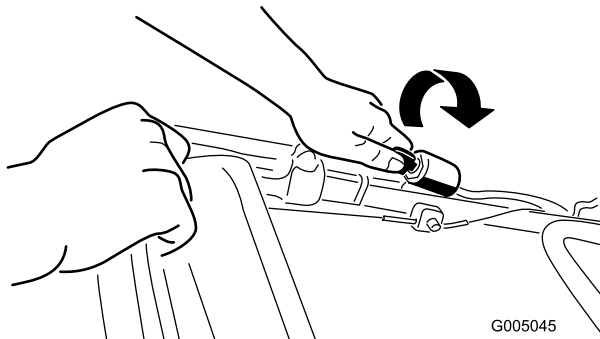

**Bild 14**
1. Halten Sie den Schaltbügel gegen den Griff gedrückt (Bild 14).